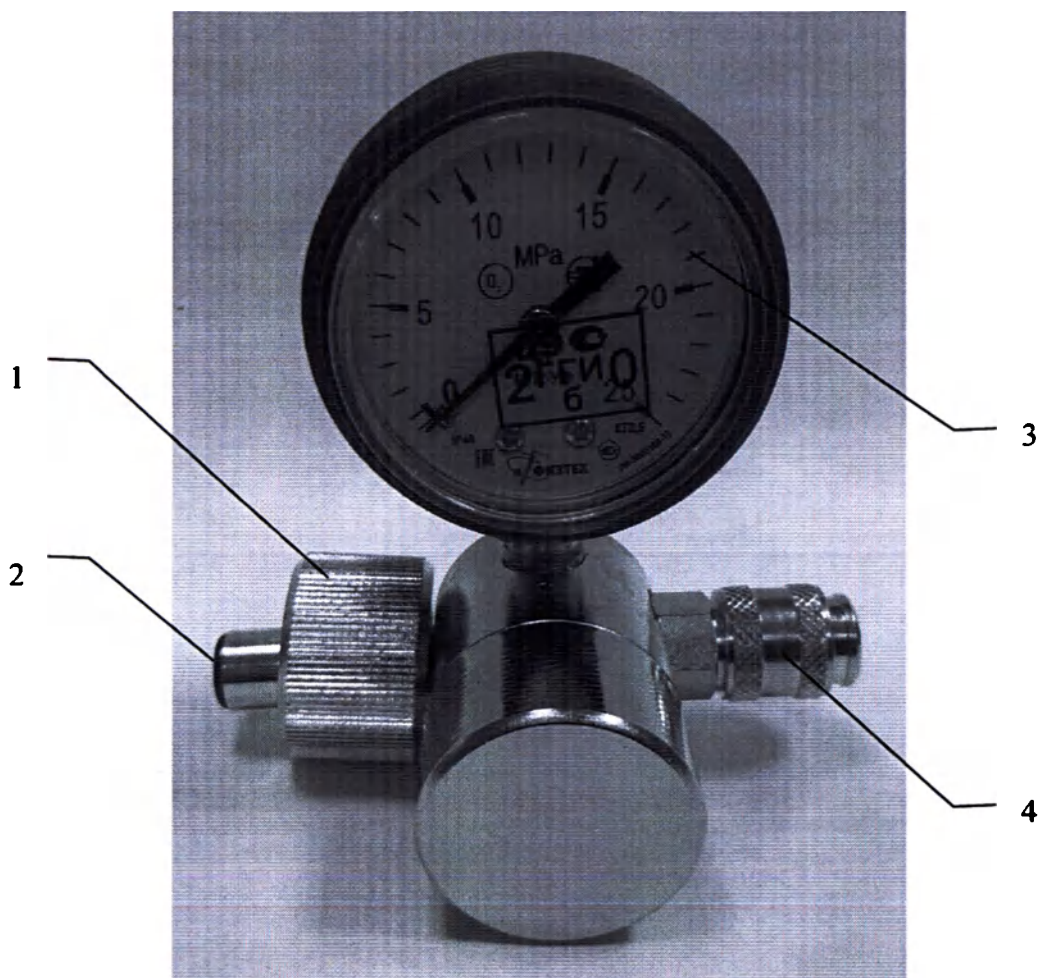
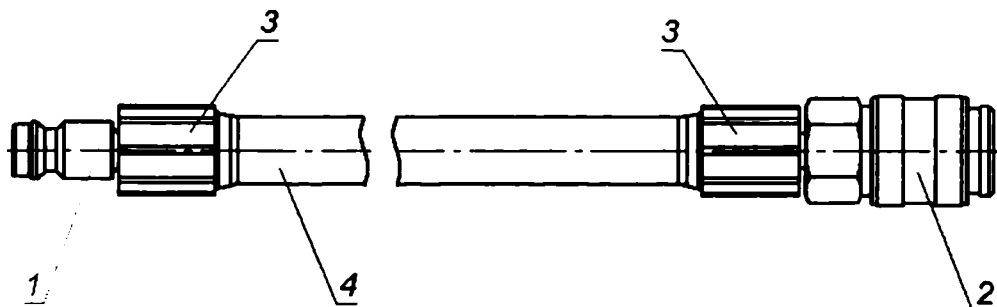

Рисунок 6 - Редуктор кислородный
Рисунок 7 – Шланг кислородный
Кислородный редуктор (*рис. 6*) предназначен для обеспечения понижения давления кислорода с давления в баллоне до рабочего.
Шланг кислородный (рис. 7) предназначен для подачи кислорода от редуктора (рис. 6) к аппарату.
Шланг имеет штуцер *поз. 1*, предназначенный для подсоединения к фитингу редуктора (рис. 6 *поз. 4*), и фитинг *поз. 2*, предназначенный для подсоединения к штуцеру аппарата (рис. 2 *поз. 2*).
Кольцо предназначено для замены в случае повреждения уплотнительного кольца *поз. 2* кислородного редуктора (рис. 6).
1.10.3 Для контроля давления кислорода в баллоне на кислородном редукторе установлен манометр *поз. 3* (рис. 6) с верхним пределом измерения 25 МПа.
ВНИМАНИЕ: При установке или замене баллона накидную гайку *поз. 1* (рис. 6) кислородного редуктора затягивайте от руки. Запрещается использовать инструменты. Слишком сильная затяжка повреждает резьбу и уплотнения, вследствие чего возникают утечки.